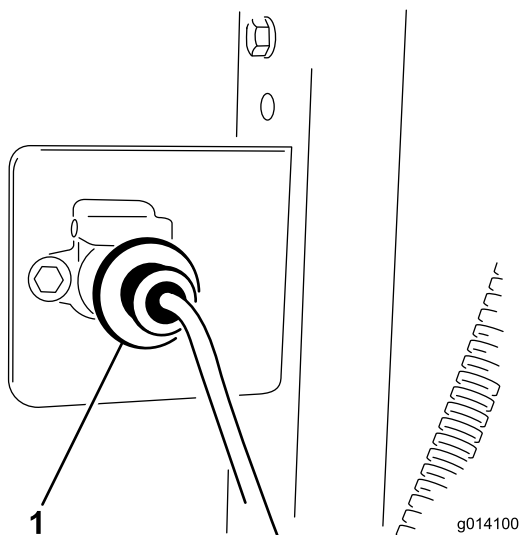

Figura 10
1. Montate il supporto della presa sulla parte posteriore del veicolo trainante con (2) dadi e viti da 5/16 x 1 poll.
3. Fissate la presa di cablaggio alla staffa con (2) dadi e viti da 1/4 x 1 poll. (Figura 10).
5. Collegate il cablaggio della macchina al cablaggio del veicolo trainante (Figura 10). Il terminale è situato tra i flessibili idraulici fissati al veicolo trainante.